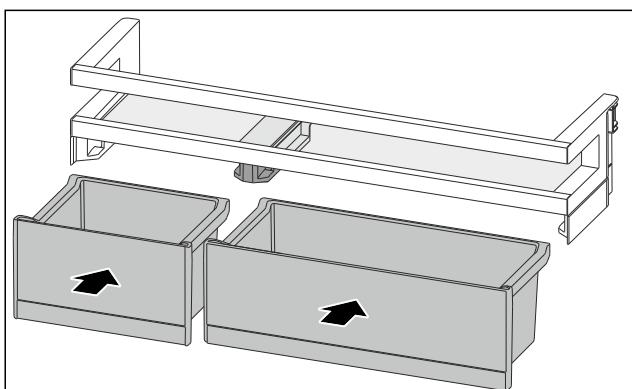

Fig. 117
- Vstavite bokse VarioBox v obratnem vrstnem redu. (glejte Fig. 117)